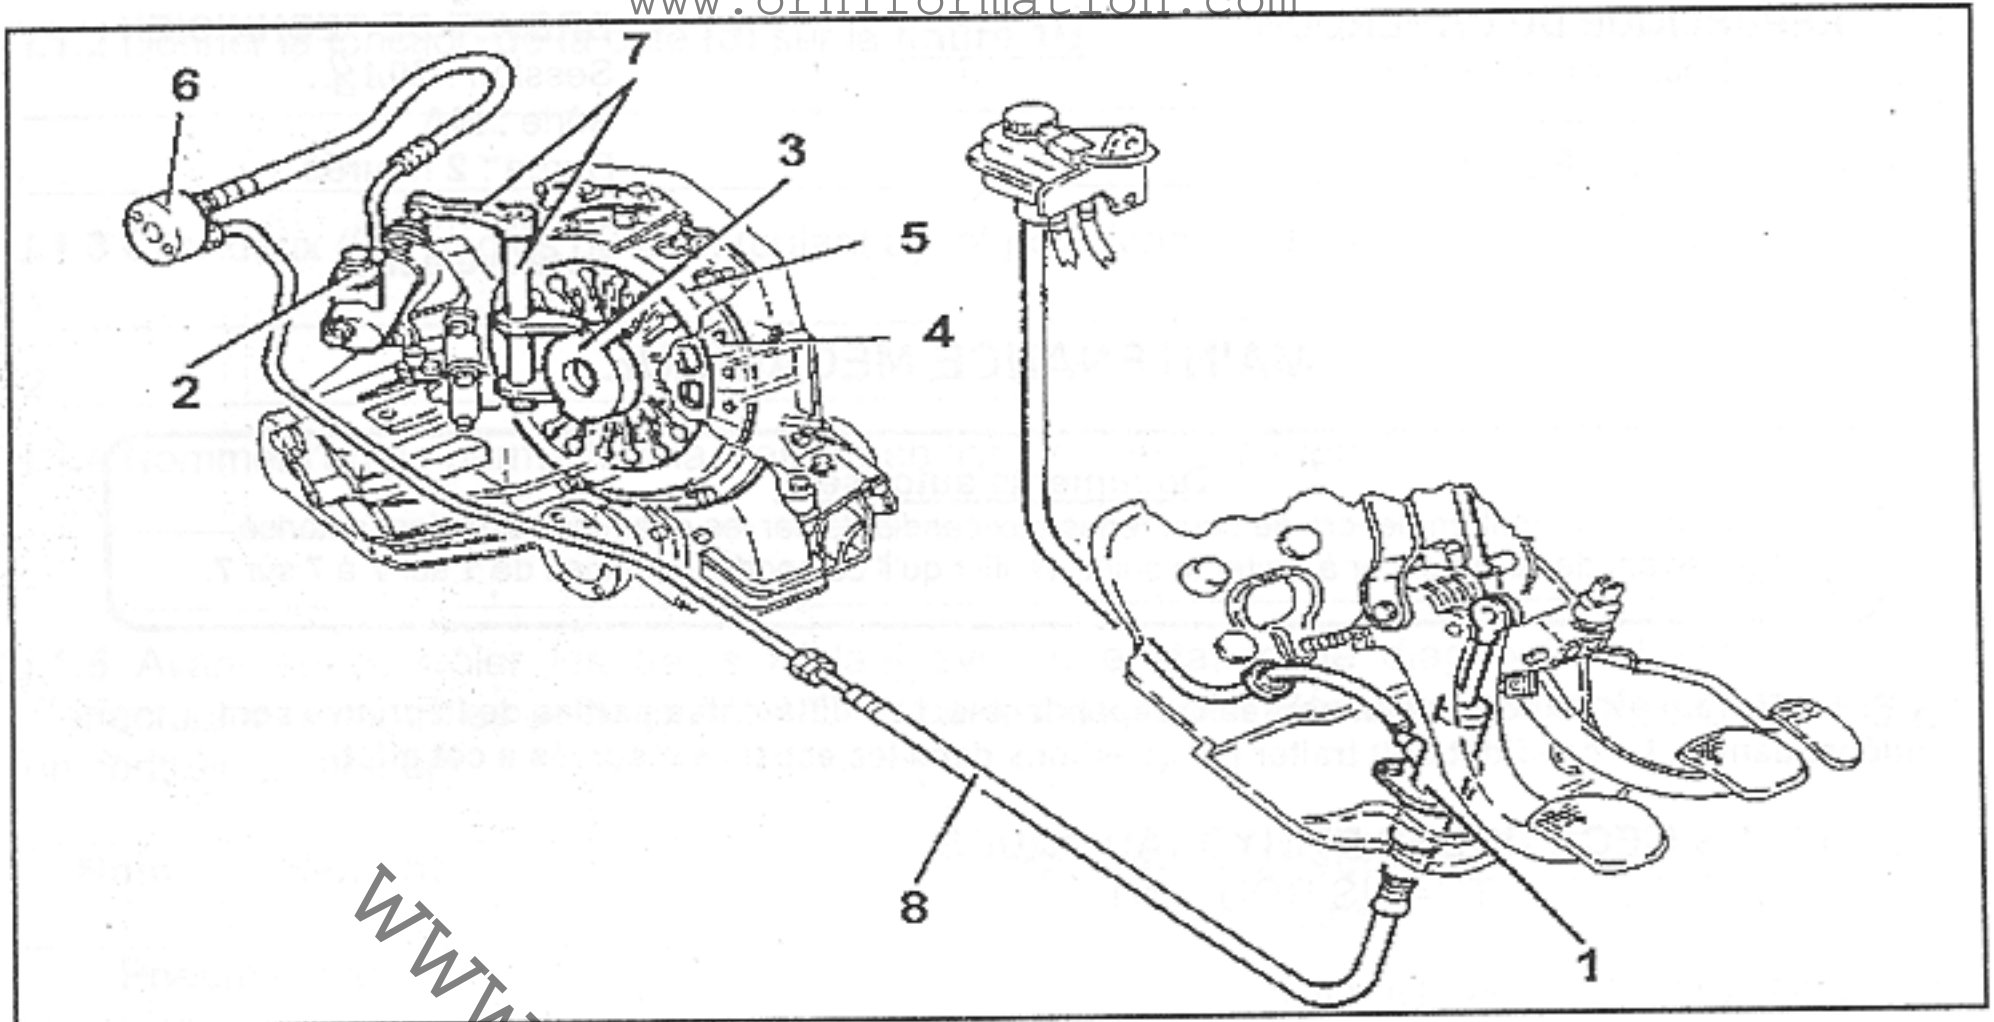

Figure 3 : Embrayage hydraulique
La **figure 3** ci-dessous représente un embrayage hydraulique montée sur une V6, moteur à essence.
I.3.1 Nommer l'élément sur la **figure 3** qui est en appui constant sur le système d'embrayage.
I.3.5 Complétez le tableau 3 relatif à la figure 3